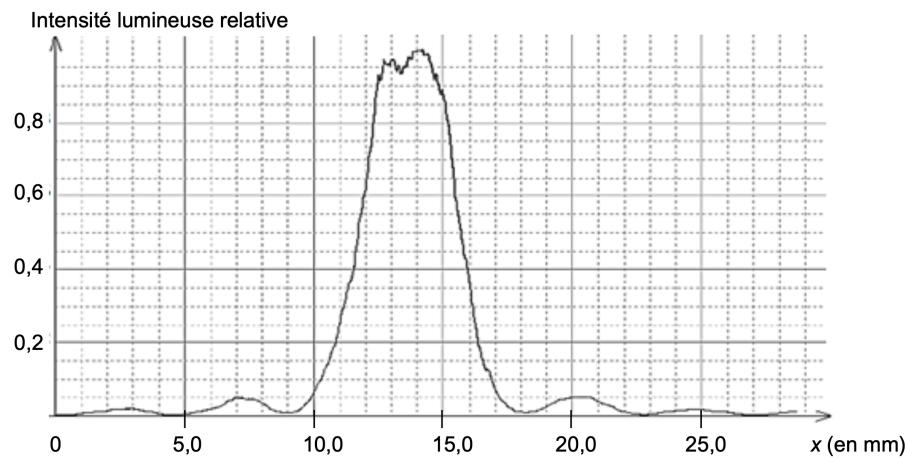

Figure 3. Intensité lumineuse relative en fonction de la position sur l'écran
Pour faire une mesure précise, on remplace l'écran par une caméra qui permet d'obtenir l'intensité lumineuse relative* en fonction de la position x , repérée selon l'axe indiqué sur la photo de la figure 2. L'origine $x = 0$ m est prise sur le bord du capteur de la caméra. On obtient alors la figure 3.
- 1.3. Déterminer la valeur de la longueur d'onde de la diode laser utilisée en exploitant la courbe obtenue sur la figure 3. La comparer à la valeur indiquée par le constructeur.